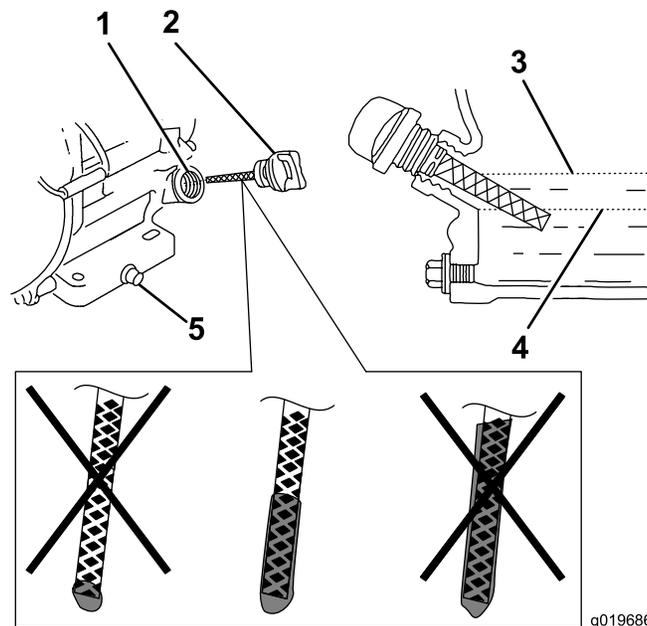

Figure 6
3. Nettoyez la surface autour du bouchon de remplissage-jauge de niveau d'huile (Figure 6).
4. Dévissez le bouchon de remplissage-jauge de niveau d'huile (Figure 6) et retirez-le.
Remarque: Si le niveau d'huile est près ou en dessous du repère inférieur sur la jauge, ajoutez juste assez de l'huile spécifiée pour faire monter le niveau jusqu'au repère supérieur (base de l'orifice de remplissage); voir Figure 6.
7. Contrôlez le niveau d'huile (Figure 6).
8. Remettez en place le bouchon de remplissage-jauge de niveau d'huile et essayez l'huile éventuellement répandue (Figure 6).